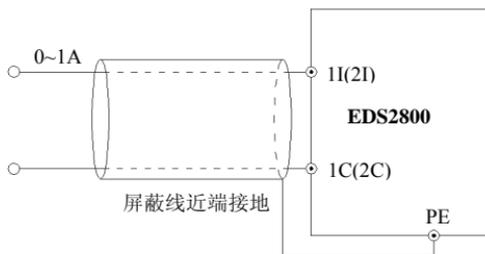

图 3-15 注塑机专用配线图
(5) 注塑机专用电流转换信号 0~1A 对应的设定频率。如图 3-15 所示：